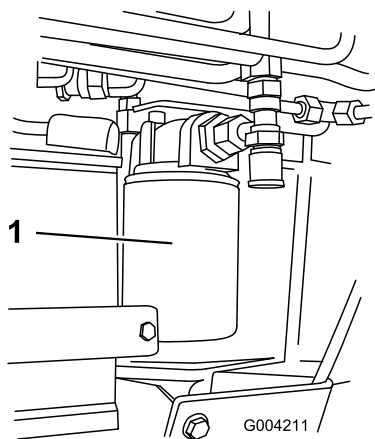

Figure 59
4. Placez un bac de vidange sous le filtre (Figure 59).
5. Enlevez le filtre à huile usagé (Figure 59) et essuyez la surface du joint de l'adaptateur.
7. Montez le filtre hydraulique de rechange sur l'adaptateur (Figure 59). Tournez le filtre dans le sens horaire jusqu'à ce que le joint rejoigne l'adaptateur, puis donnez 3/4 de tour supplémentaire.